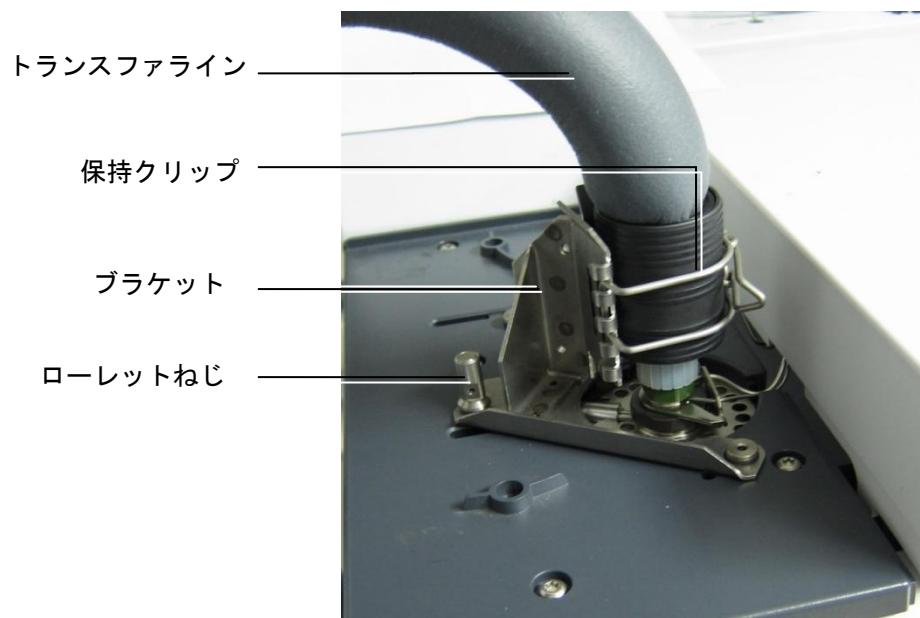

図 19 7820A の注入口に取り付けたトランスファーライン
8. 保持クリップをブラケット上に取り付けます。クリップの位置を調整し、図 19 で示すように、GC 上のできるだけ高い位置でransファーラインを支持するようにします。